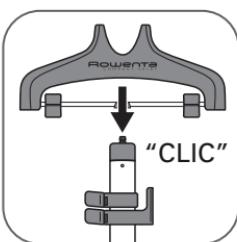

fig. 5
5. Emboitez verticalement le cintre sur le haut du mât jusqu'à entendre un clic. (*fig. 5*)